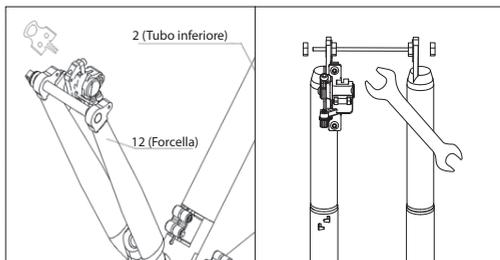

Figura 4-1
- Estrarre il truciolo di plastica dalla pinza del freno, come mostrato in **Figura 4-1**.